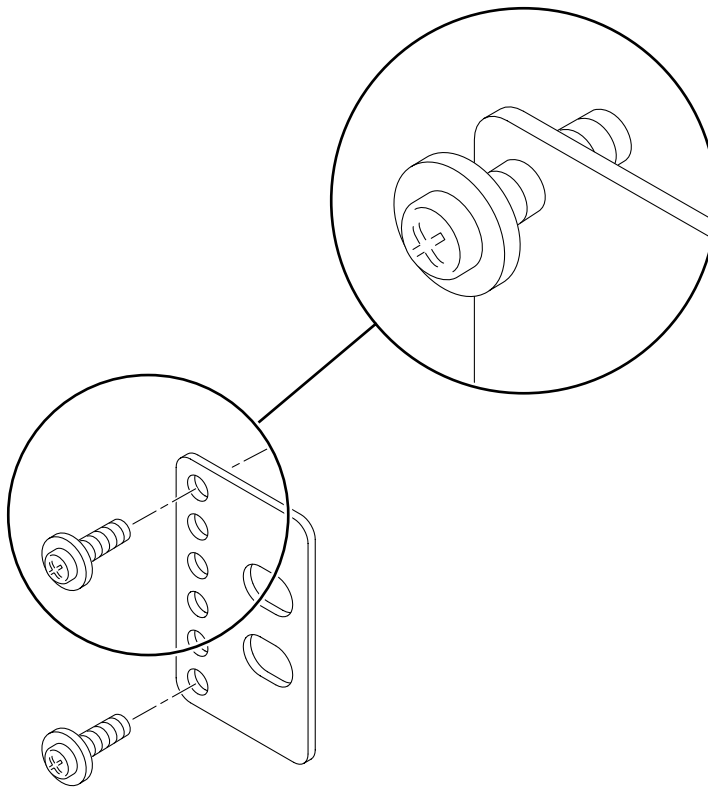

ABBILDUNG 3-33 Montieren von Schrauben an der flachsten Rackposition des Rückenblechs
- a. Montieren Sie zwei M3 × 8-Kombi-Schrauben für jedes Rückenblech lose in eine der drei Positionen des Rückenblechs (ABBILDUNG 3-33).
Die Position variiert abhängig von der Dicke der Schiene im Rack. In ABBILDUNG 3-33 sehen Sie, wo Sie beispielsweise die Schrauben für die flachste Rackposition am Rückenblech montieren müssen.